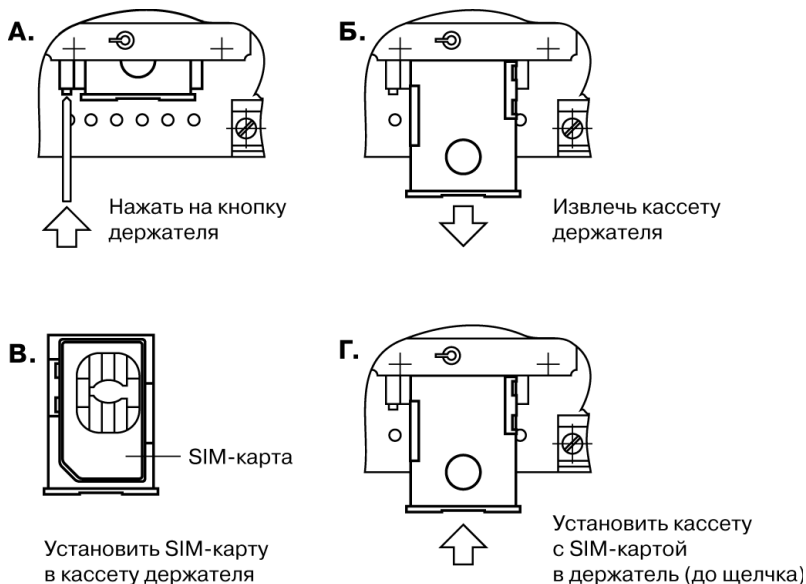

Рис. 6. Порядок установки SIM-карты в устройства оповещения **TSS-720 (-01, -02, Console)**.
Порядок установки SIM-карты в устройство оповещения изображен на Рис. 6.
После программирования SIM карта устанавливается в специальный держатель на плате устройства оповещения (см. Рис. 6).
- 16. Установите запрограммированную SIM карту в устройство оповещения. Порядок установки SIM-карты в устройство оповещения изображен на Рис. 6.